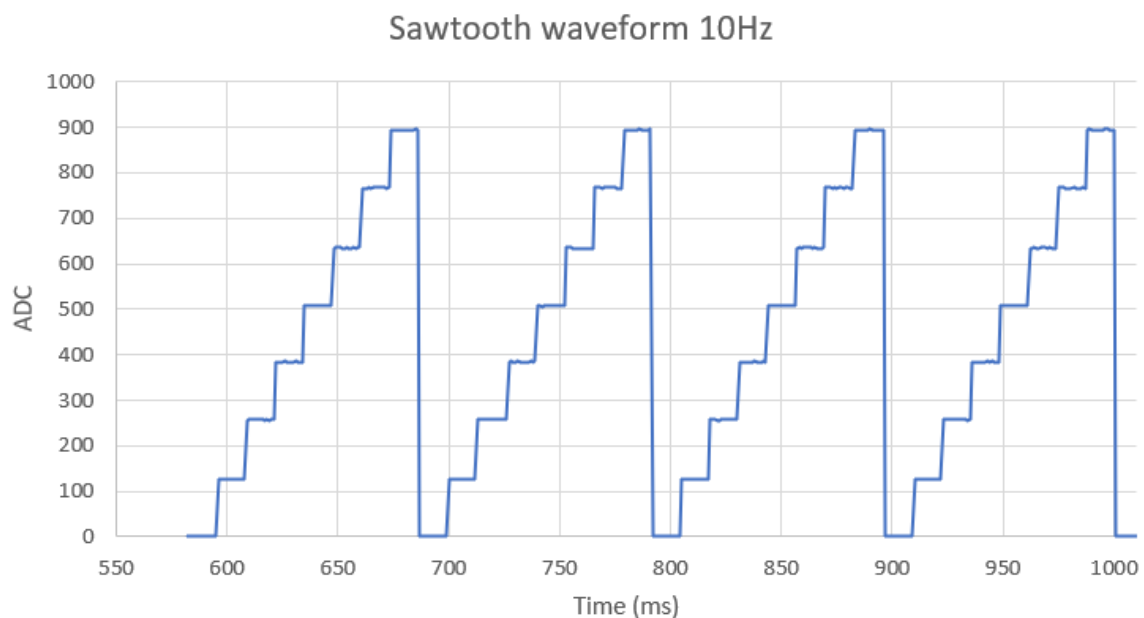

Figura 13 – Onda com forma sawtooth gerada a partir de um R2R ladder com $n = 3$ bits, com 10 Hz de frequência e amostrada a 1000 Hz .
período de cada nível, a onda é amostrada consoante o período de amostragem (TS) definido, novamente lembrando que para não sofrer *aliasing* ter-se-á de verificar a expressão 1. Experimentalmente, testaram-se os seguintes parâmetros: $TW = 100\text{ ms}$ e $TS = 1\text{ ms}$ ($TW > 2 \times TS$), permitindo obter uma boa representação da onda pretendida (Figura 13); $TW = 100\text{ ms}$ e $TS = 63\text{ ms}$ ($TW < 2 \times TS$), obtendo-se uma onda que sofreu *aliasing* (Figura 14).
Analisando a Figura 13, conclui-se que a onda gerada corresponde ao teoricamente pretendido, com a quantização das voltagens analógicas a assumirem valores aproximados dos apresentados na tabela 1 (valor ADC), com as discrepâncias devidas aos erros de quantização inerentes. Quanto ao período de cada nível, apresenta uma duração de $t = \frac{TW}{8} = 12.5\text{ ms}$, pelo que para uma frequência de amostragem de 1000 Hz , cada nível é representado por $N = t \times fs = 12.5$ amostras. No Excel, confirmou-se que, de facto, os níveis apresentam 12 ou 13 amostras.